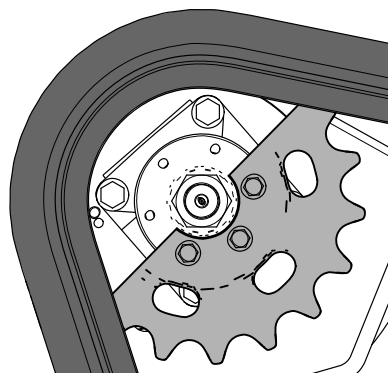

Figure 29
11. Poussez la commande de déplacement en avant jusqu'à ce que l'autre moitié du pignon soit dégagée de la chenille (Figure 29).